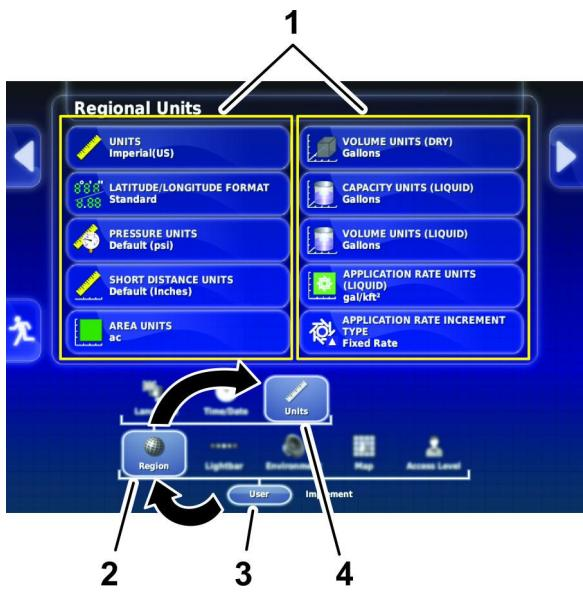

Figura 19
- Pressione o ícone do Utilizador (Figura 19).
3. Pressione o ícone da Região (Figura 19).
4. Pressione o ícone das Unidades (Figura 19).